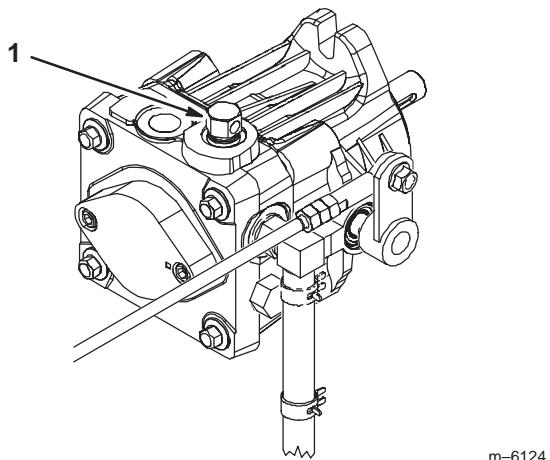

Figure 27
2. Tournez les vannes de dérivation d'un tour dans le sens anti-horaire pour pousser la machine. Cela permet au liquide hydraulique de contourner la pompe et aux roues de tourner (Fig. 27).
Tournez les vannes de dérivation d'un tour dans le sens horaire pour utiliser la machine (Fig. 27).